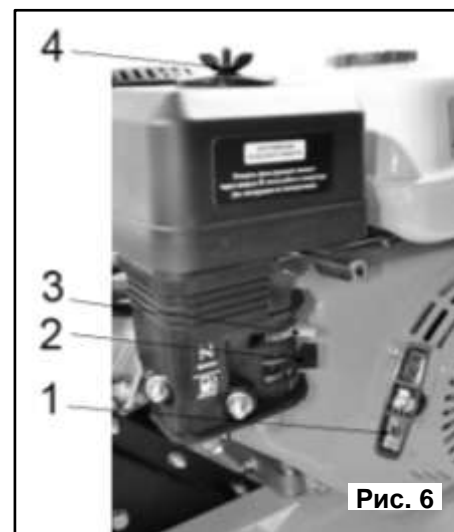

Рис. 6
- Установите рычаг управления воздушной заслонкой карбюратора (2)(См. Рис. 6), в полностью закрытое положение. Это ограничит подачу воздуха, и создаст более бензинообогащенную топливную смесь, что облегчит запуск холодного двигателя.
9. Откройте топливный кран (2)(См. Рис. 6), переведите рычаг в положение «Открыто» (OPEN).
10. При запуске холодного двигателя, установите рычаг привода воздушной заслонки (3)(См. Рис. 6), в положение «ЗАКРЫТО» (CLOSE). Это ограничит доступ воздуха в камеру сгорания, и создаст более бензинообогащенную топливную смесь, что значительно облегчит запуск холодного двигателя.
5. Перекройте топливный кран (2)(См. Рис.6).